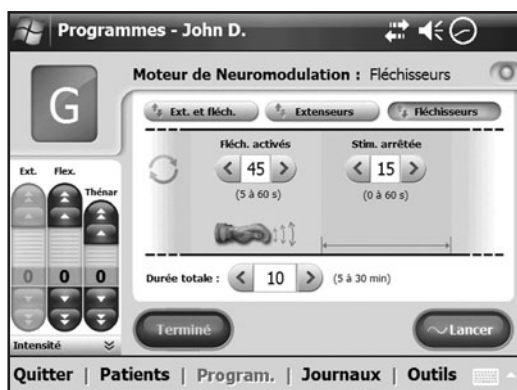

Figure 8-31 : Fenêtre Programme G, fléchisseurs.
1. Réglez la durée d'activité des fléchisseurs, la durée d'arrêt de la stimulation et la durée totale. Reportez-vous à la Figure 8-31.